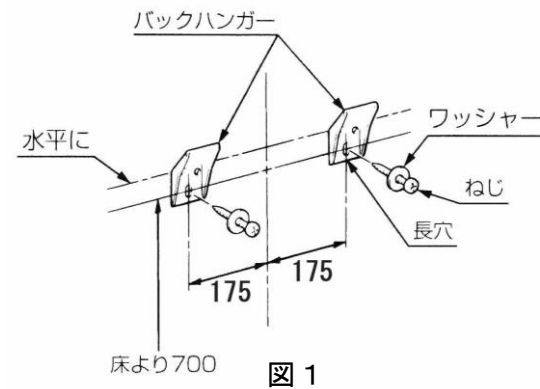

図1
- 1) バックハンガーを図1の位置を参考に壁面へ取付けます。